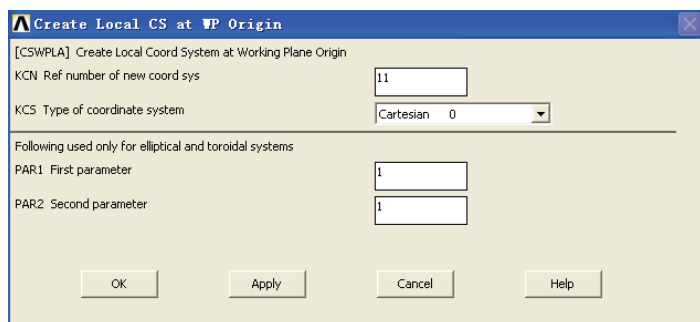

图 8-44 创建局部坐标系对话框
12) 选择 Utility Menu | WorkPlane | Local Coordinate Systems | Create Local CS | At WP Origin 命令, 出现 Create Local CS at WP Origin 对话框, 参照图 8-44 对其进行设置, 单击 OK 按钮关闭该对话框。